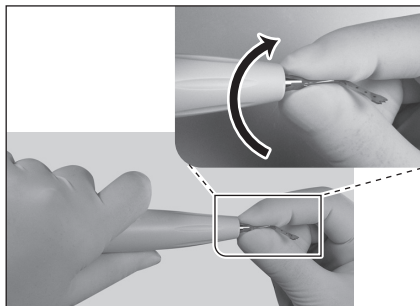

Fig.19
- 1) Tout d'abord, vissez l'insert avec vos mains (Fig. 19).